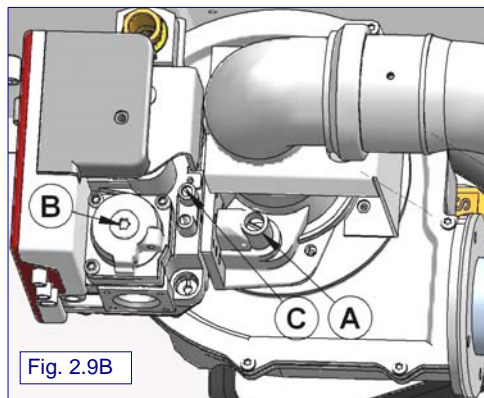

Fig. 2.9B
Nota: el tornillo (B) (Fig. 2.9B) de la válvula de gas no necesita regulación alguna, ya que ha sido calibrado durante el ensayo en la fábrica, con una relación aire-gas de 1/1